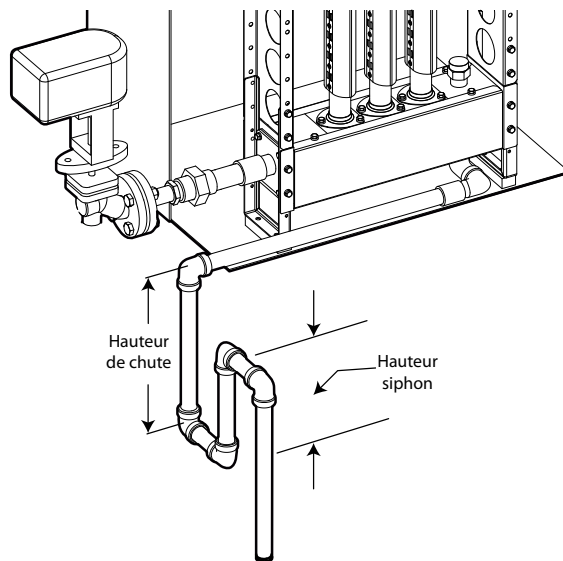

Fig. 7.e
Les collecteurs possèdent un raccord fileté (3/4" mâle NPT pour le marché nord-américain et 3/4" Gaz mâle pour les autres marchés) pour la vidange de la condensation. En cas d'utilisation de siphons sur la ligne de vidange, comme illustré Fig.7.c, leur hauteur devrait être telle à permettre une colonne d'eau correspondant à au moins 500 Pa (50 mm ou 2" H2O) outre la pression statique (PS) dans le collecteur. REMARQUES: Une hauteur minimum de 150 mm (6") est recommandée dans la plupart des cas où le siphon vidange dans une cuve de collecte à l'intérieur de la gaine.
Remarque: Les raccords et le tuyau de décharge de condensation illustrés Fig.7.c ne font pas partie du système ultimateSAM.